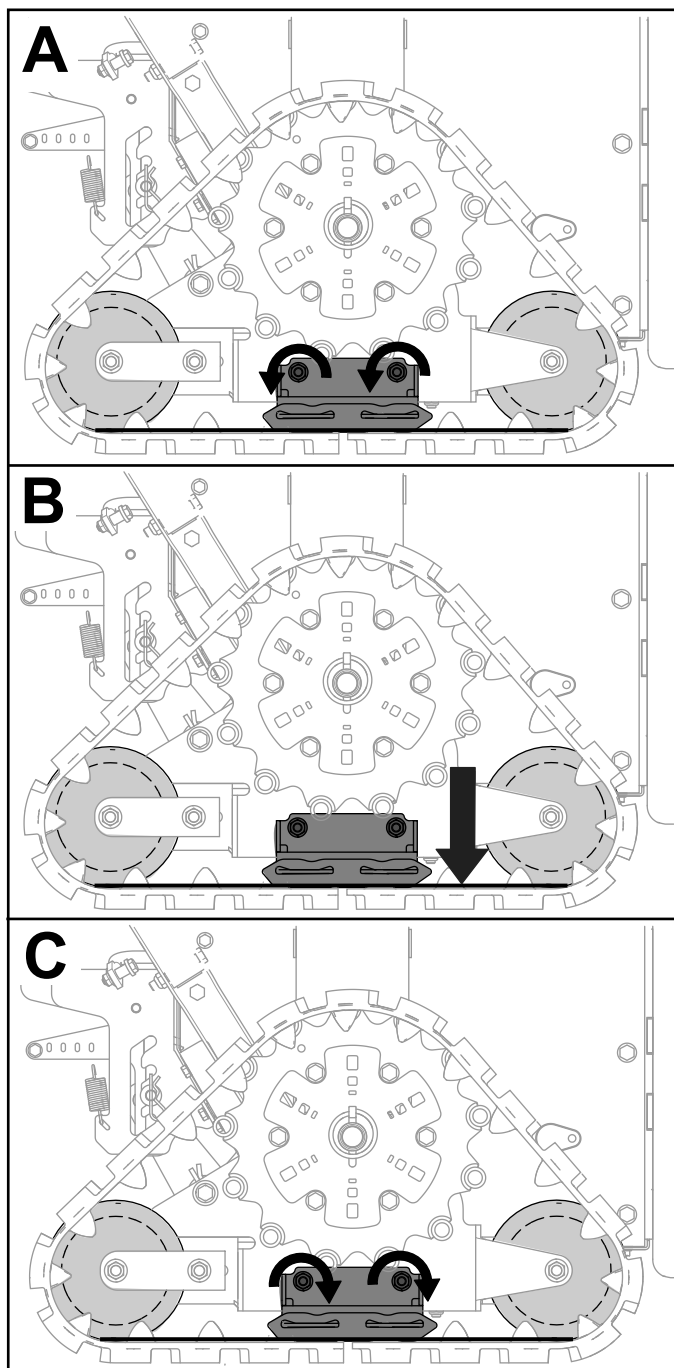

Figure 24
2. Desserrez les boulons du patin (A de Figure 24).
3. Abaissez le patin afin de le placer à la tangente des galets avant et arrière de la chenille (B de Figure 24).
4. Resserrez les boulons du patin (C de Figure 24).